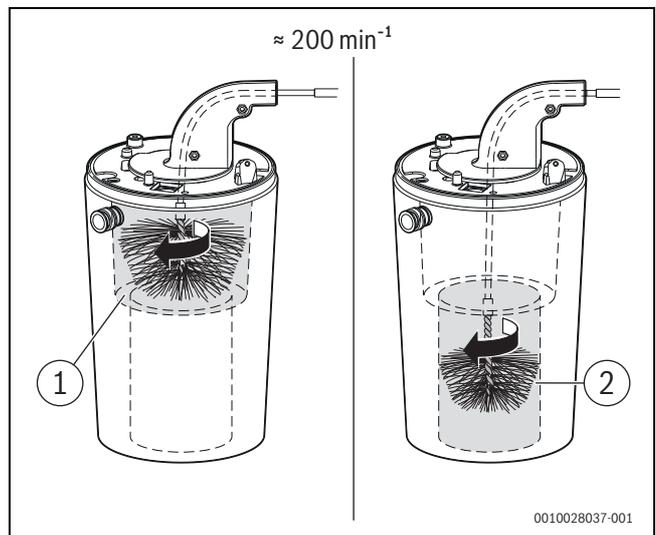

Bild 134 Wärmeblock reinigen (ca. 200 min^{-1} , nur Rechtslauf)
- ▶ Mit kleiner Bürste für den unteren Bereich wiederholen (→ Bild 134, [2]).